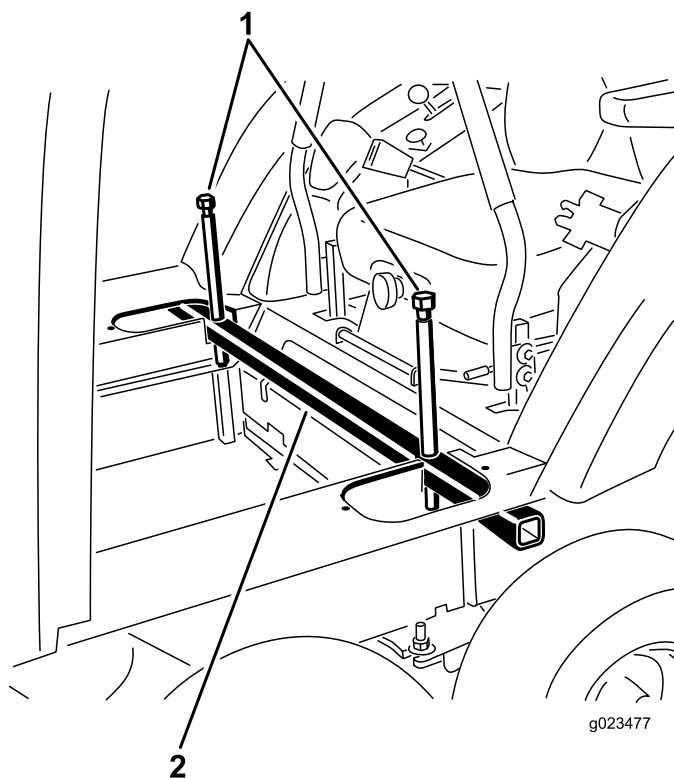

Figura 24
11. Baje la cabina a su posición final aflojando lenta y uniformemente los pernos de elevación en cada lado del tubo de elevación (Figura 24).